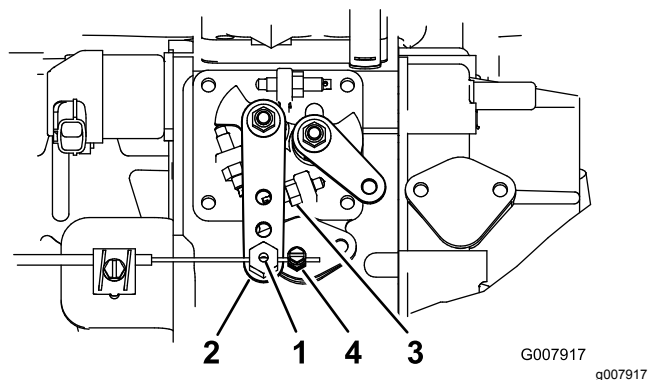

Figura 52
2. Afloje el conector del cable del acelerador, en el cable del acelerador, junto a la palanca de la bomba de inyección (Figura 52).
3. Sujete la palanca de la bomba de inyección contra el tope de ralentí alto (Figura 52).